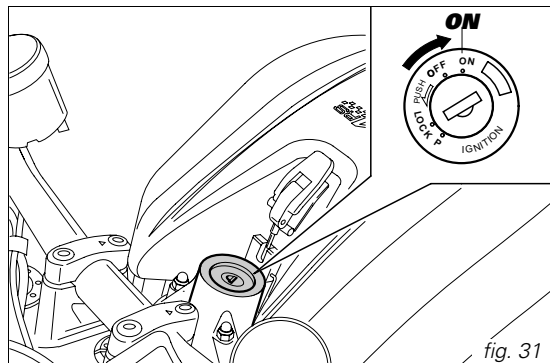

fig. 31
1) Spostare l'interruttore d'accensione sulla posizione **ON** (fig. 31). Verificare che la spia verde **N** e quella rossa  sul cruscotto risultino accese.